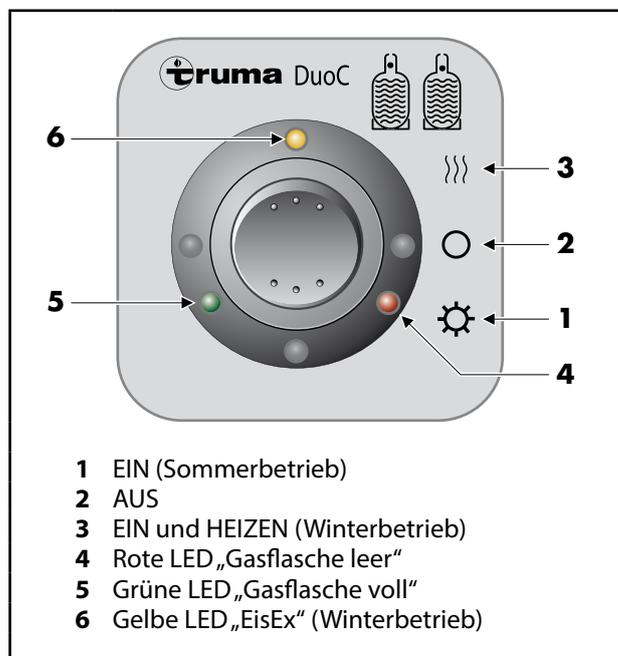

Abb. 49 Fernanzeige DuoC
Die mittels Drehknopf Flaschenwahl (Abb. 48, Pos. 1) festgelegte Betriebsflasche wird zuerst entleert. Ist die Betriebsflasche leer, leuchtet bei eingeschalteter Fernanzeige die rote Kontrolllampe (Abb. 49, Pos. 4) auf und signalisiert die leere Betriebsflasche.
Das Gasdruck-Regelanlage schaltet automatisch auf die Reserveflasche um. Bei eingeschalteter Fernanzeige DuoC (Sonderzubehör) erlischt die rote Kontrolllampe (Abb. 49, Pos. 4) und es leuchtet die grüne Kontrolllampe (Abb. 49, Pos. 5) auf und signalisiert die volle Reserveflasche.
1. Drehknopf Flaschenwahl (Abb. 48, Pos. 1) um 180° in Stellung Reserveflasche drehen und Ventil der leeren Gasflasche schließen. Statusanzeige auf Fernanzeige (Sonderzubehör) wechselt auf grün (Abb. 49, Pos. 5).
4. Ventil der vollen Gasflasche öffnen und Druckknopf Schlauchbruchsicherung (Abb. 48, Pos. 4) drücken. Statusanzeige auf Fernanzeige (Sonderzubehör) bleibt auf grün (Abb. 49, Pos. 5).
Schalter in Stellung EIN (Sommerbetrieb) (Abb. 49, Pos. 1) stellen. Die beiden Leuchtdioden (4 bzw. 5) zeigen den Zustand der Betriebsflasche an:
Grüne LED (Abb. 49, Pos. 5) = Gasflasche voll leuchtet
Rote LED (Abb. 49, Pos. 4) = Gasflasche leer leuchtet
Zum Ausschalten den Schalter in Stellung AUS (Abb. 49, Pos. 2) stellen.
1. Schalter in Stellung EIN und HEIZEN (Winterbetrieb) (Abb. 49, Pos. 3) stellen. Zusätzlich zur Statusanzeige der Betriebsflasche wird das Umschaltventil beheizt und dieses mit der gelben LED EisEx (Winterbetrieb) (Abb. 49, Pos. 6) angezeigt.
2. Zum Ausschalten den Schalter in Stellung AUS (Abb. 49, Pos. 2) stellen.